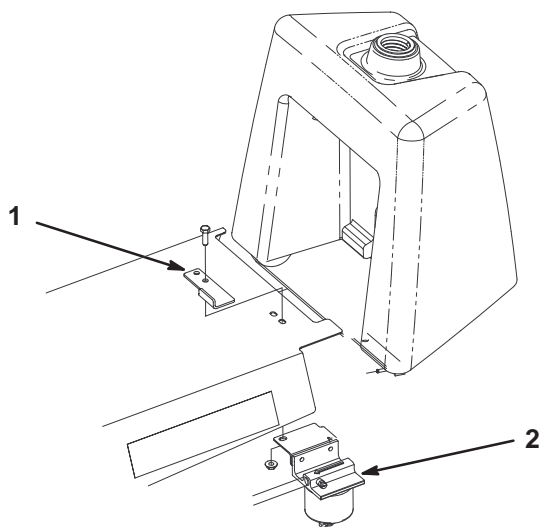

Figura 3
- C. Recorrendo ao parafuso e porca desmontados e a um parafuso de 5/16 x 1" e porca fornecidos com as peças soltas, fixe o batente do banco e o separador de água à parte inferior da saia com (2) parafusos e porcas de segurança. Posicione o batente como se indica na Figura 3.